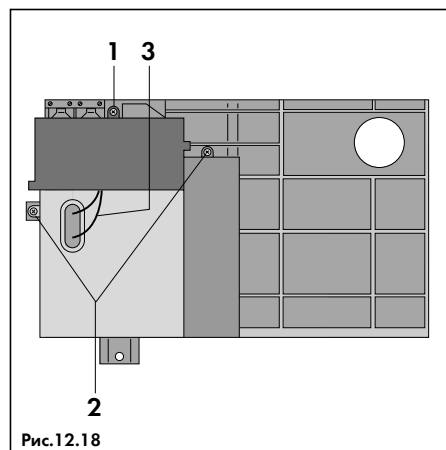

Рис.12.18
- Вытащить кабели электродов розжига (3, рис. 12.18) из разъема под резиновым колпачком на крышке блока электроники;
- Снять крышку блока электроники, выкрутив 3 винта (1 и 2, рис. 12.18);
- Вытащить кабели электродов розжига (3, рис. 12.18) из разъема на крышке блока электроники;